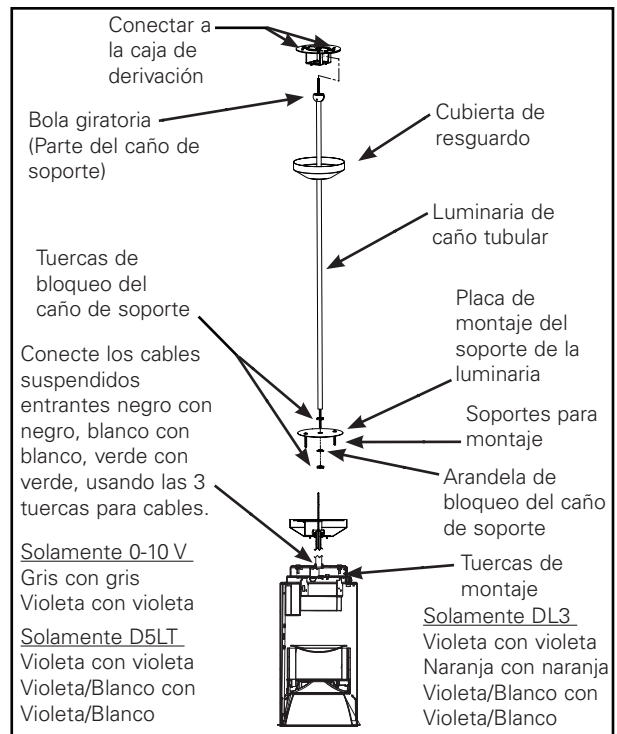

Figura 1.
10. Instale los módulos y la moldura según las instrucciones incluidas con el alojamiento (Figura 1).
1. Monte el soporte giratorio sobre las lengüetas de la caja de derivación montada a ras (Figura 1.).
2. Coloque la cubierta de resguardo sobre el caño (Figura 1.).
5. Monte la placa de montaje y soporte de la luminaria en el soporte de montaje del cilindro, utilizando los dos caños y tuercas a tal efecto (Figura 1.).
8. Inserte el extremo del caño con la bola giratoria y la unidad de la luminaria en el soporte giratorio y empalme los cables en los conectores de la fuente de alimentación (Figura 1.). (Consulte la hoja de instrucciones principal).
9. Deslice la cubierta de resguardo sobre el soporte giratorio y asegúrela haciéndola girar para fijar las lengüetas en el soporte giratorio (Figura 1.).